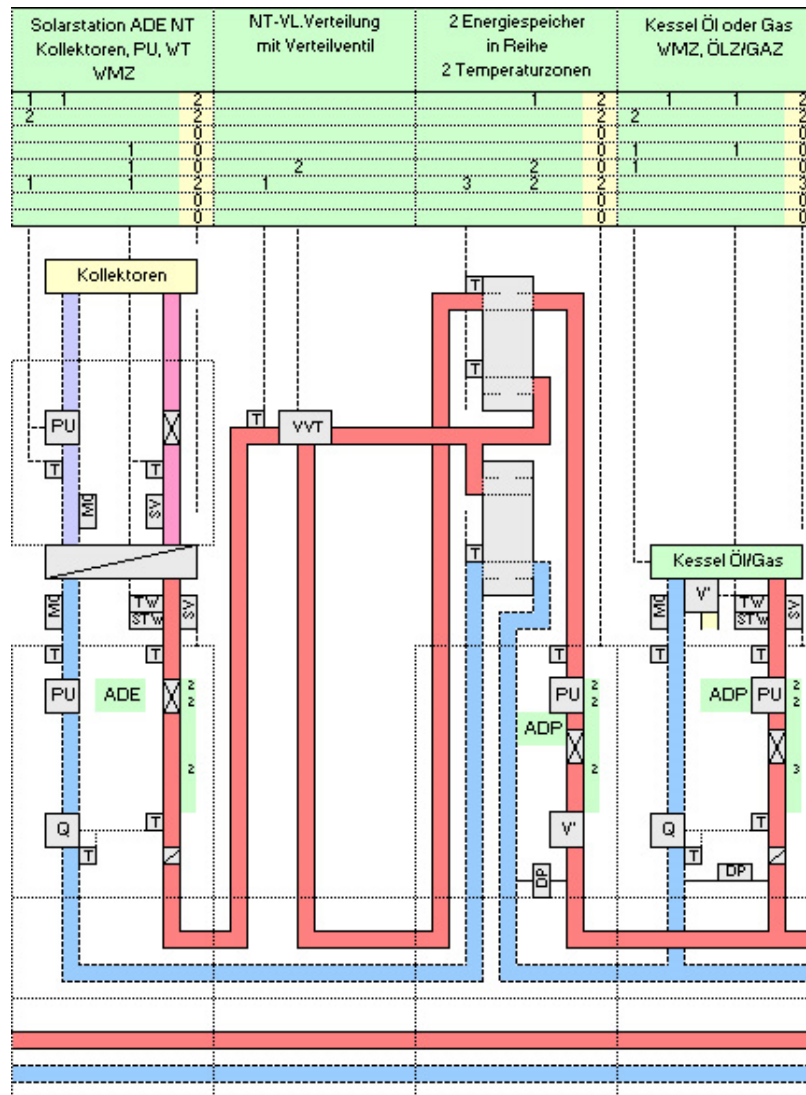

Bild 48
48. Kessel HT und SO-Station, VL-Verteilung mit ESZ NT/HAT parallel (Bild 48)